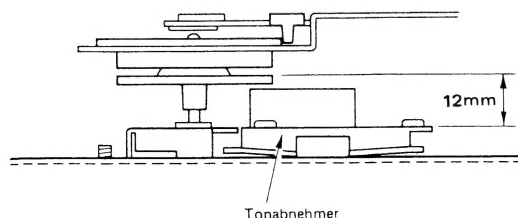

Abb. 8
- 2) Überprüfen, ob der Abstand von der Oberseite des Plattentellers bis zur Oberkante der Tonabnehmereinheit $12 \pm 0,2$ mm beträgt (Abb. 8).